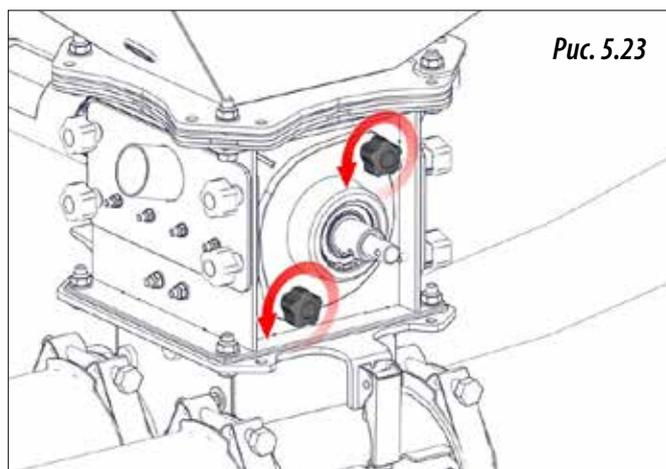

Рис. 5.23
- 6- Снимите две ручки (рис. 5.23).